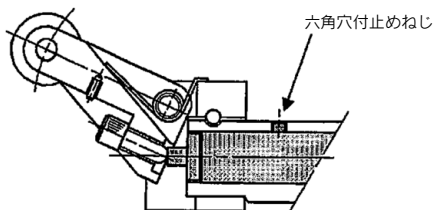

図7
① ショックアブソーバを交換する場合は、ピストンロッド部の六角穴付止めねじ(M3)を緩め(目安:一回転程度)、レバーを倒してください。(図7参照)